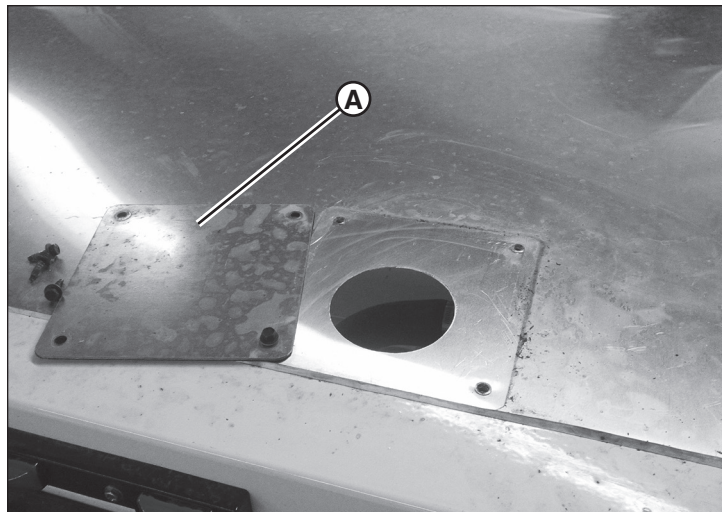

Figure 27
1. Enlever la plaque d'accès de remplissage du liquide de refroidissement (A, Figure 27), située sur le toit vers l'arrière de la remorque de l'appareil de chauffage.